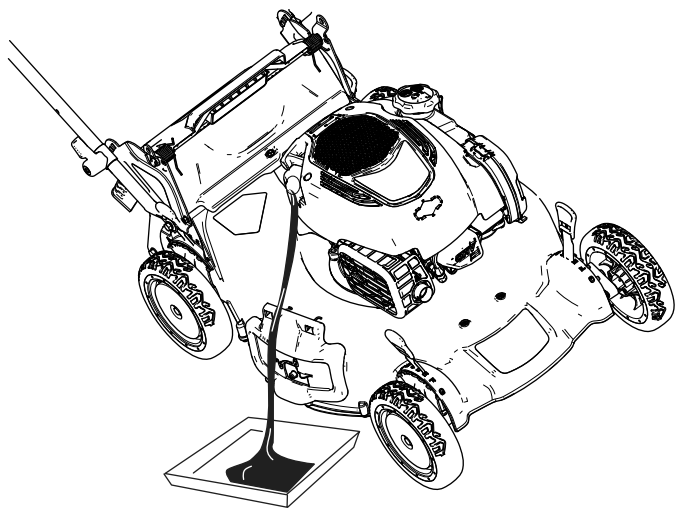

Figura 40
4. Ponga la máquina de lado (de modo que el filtro de aire quede hacia arriba) para drenar el aceite usado a través del tubo de llenado de aceite (Figura 40).